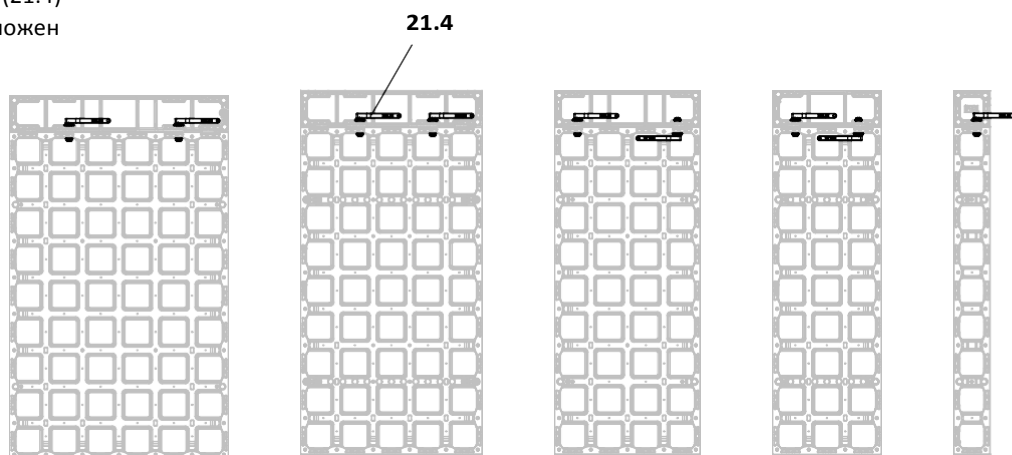

Fig. A3.05
- Монтирайте съединителя DUO (21.4) в съответния централно разположен жлеб. (Fig. A3.05)